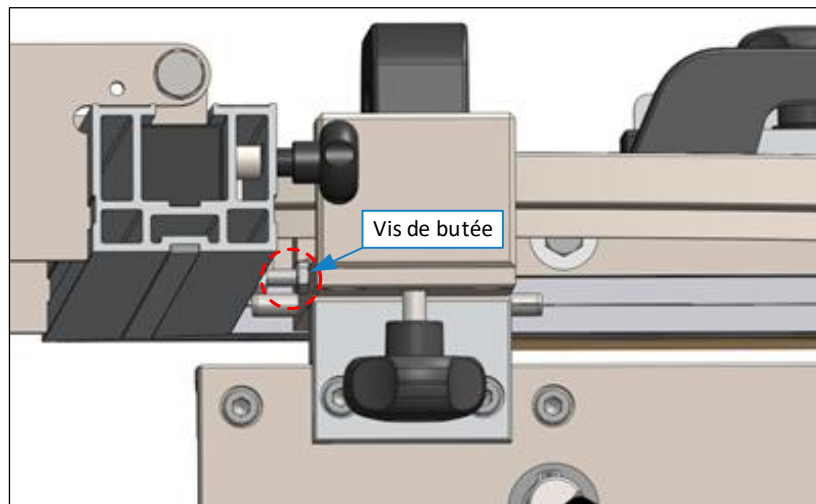

Figure 5 : ajuster DSG-A (2)
2. Faire maintenant pivoter le guide à onglets dans le sens 0 (± 90°) jusqu'à ce que les vis de butée soient en contact (voir ⇒ Figure 5).